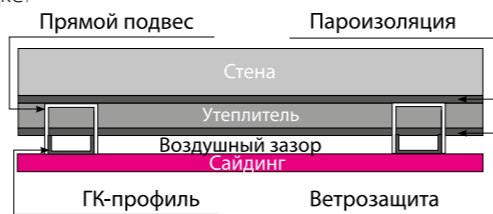

рис. 3
- ▷ смонтируйте обрешетку из профиля для гипсокартона (рис. 3).